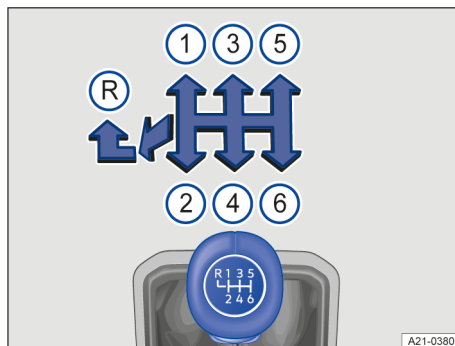

Fig. 103 Schema de selectare a treptelor cutiei manuale de viteze cu 6 trepte.
Pe maneta schimbătorului de viteze sunt reprezentate pozițiile treptelor de viteze → fig. 103.
3. Trageți inelul de pe maneta schimbătorului în sus și împingeți maneta schimbătorului de viteze complet spre stânga și apoi spre înainte în poziția treptei marșarier → fig. 103 .